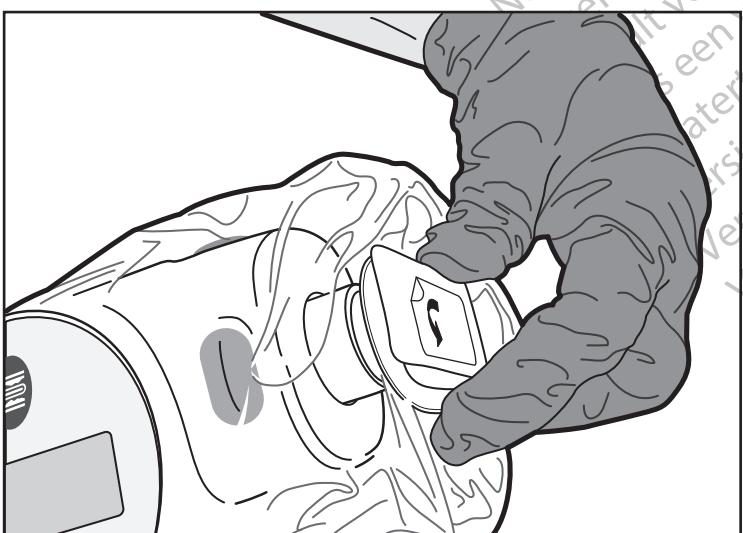
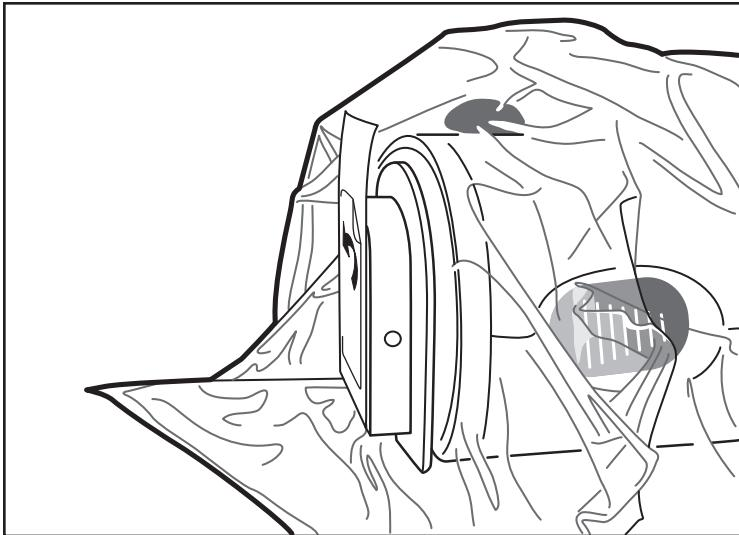

Figura 7. Encaixar a placa dianteira
Figura 8. Placa dianteira encaixada
8. Para encaixar a bolsa na Unidade de Acionamento do Motor MDUS PLUS, o operador no campo esterilizado deve alinhar a placa dianteira da bolsa com a abertura da Unidade de Acionamento do Motor MDUS PLUS (Figura 7) e, com cuidado, pressionar para encaixar a ligação. Não prenda qualquer material entre a placa dianteira e a abertura. É normal existir material de bolsa adicional à volta e para além da ligação (Figura 8).